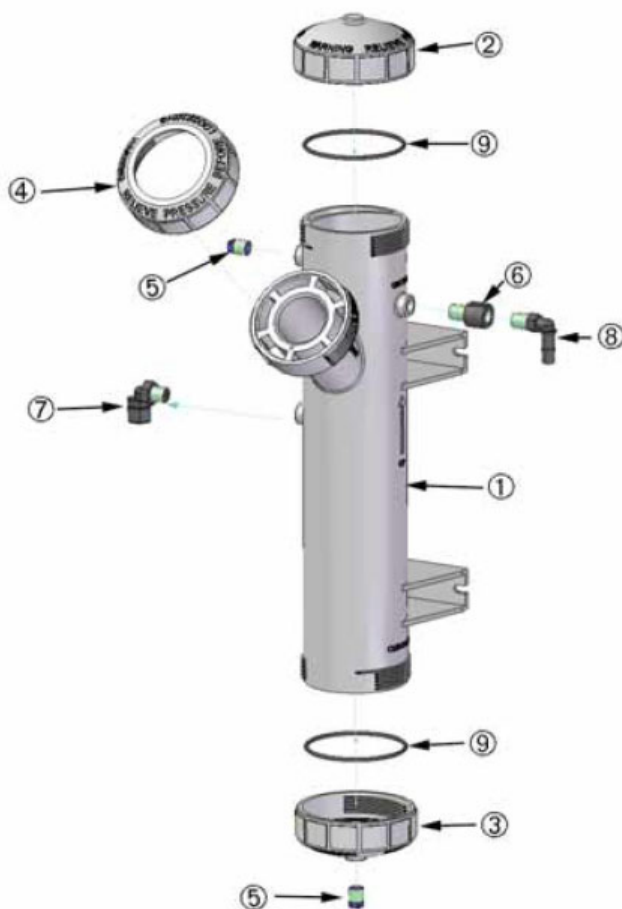

FIGURA 8-4. Conjunto do Desborbulhador
3. Remova o pequeno plugue de drenagem localizado no plugue base e deixe a amostra do desborbulhador ser drenada. Consulte a Figura 8-4. Substitua o plugue do dreno.
2. Desconecte a linha de dreno. Desrosqueie a conexão de dreno do orifício. Depois, desrosqueie o orifício do corpo do desborbulhador. Consulte a Figura 8-4.